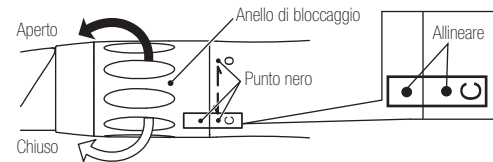

Fig. 1
- 1) Girare l'anello di bloccaggio della fresa in direzione del segno [O] fino a che non si sente un clic. (Fig. 1)